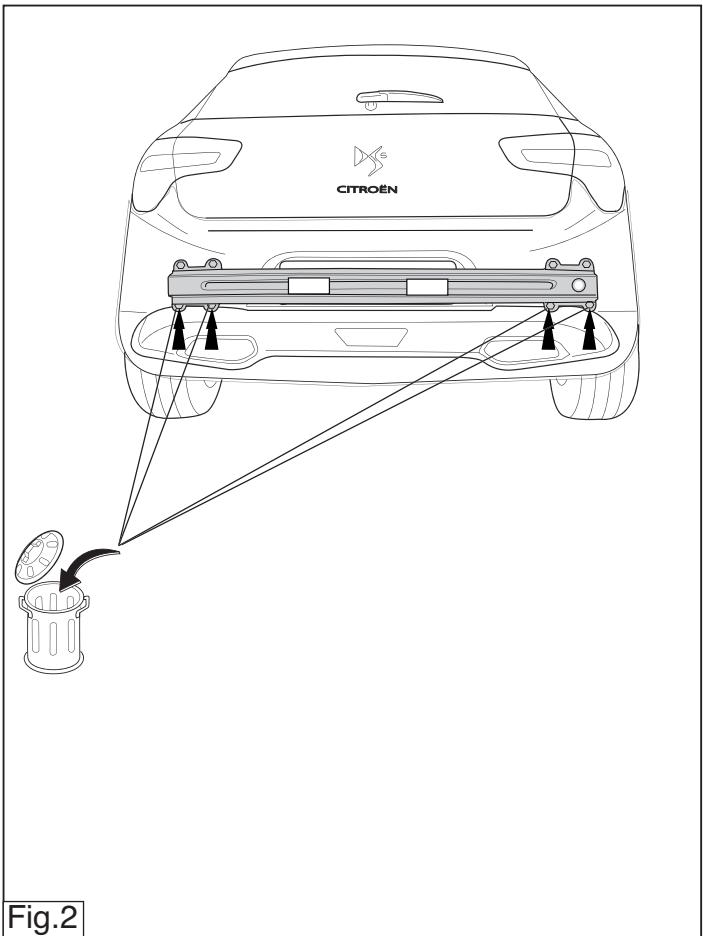

Fig.2
4. Удалить болты, как указано на рис. 2.